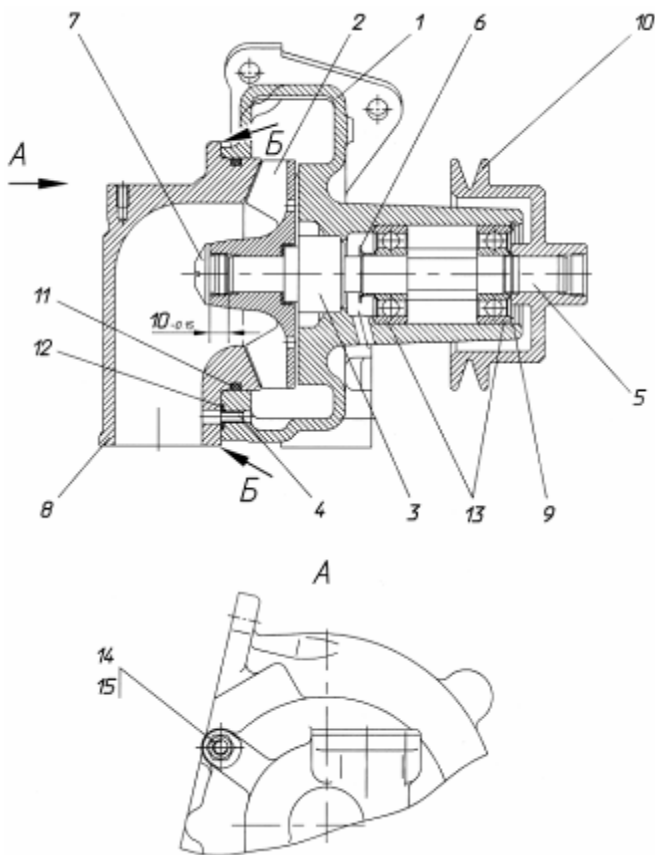

Рис. 96. Водяной насос:
- 5 Отвернуть гайки 14 (рис. 96) патрубка 8.
- 13 Выпрессовать из корпуса 1 вал 5 с водосбрасывателем 6 и подшипниками 13 (см. рис. 96).
- 2 Напрессовать на вал 5 (рис. 96) подшипники 13 и водосбрасыватель 6. При этом необходимо:
- 9 Напрессовать крыльчатку 2 в сборе с манжетой и уплотнительной втулкой на вал 5 (рис. 96). При этом необходимо:
- установить крыльчатку ив валу в размер $10_{-0,15}$ мм (рис. 96) между торцом вала и торцом ступицы крыльчатки. Для этого необходимо при запрессовке установить на торец вала диск диаметром не более 13 мм и высотой $10_{-0,15}$ мм.